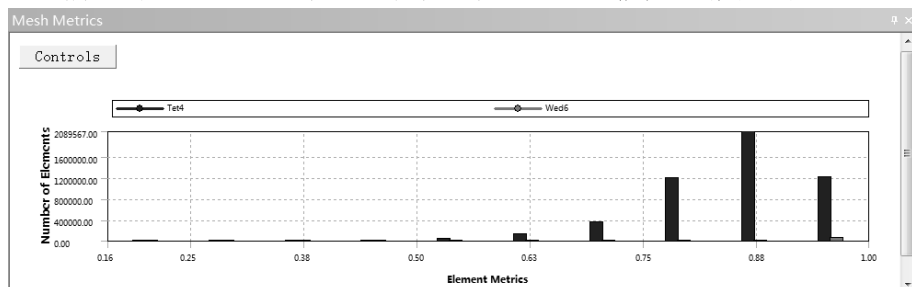

图 3-44 Orthogonal Quality 图表
⑧ Orthogonal Quality (正交品质) 为网格质量检查的主要方法之一, 其值位于 0~1 之间, 0 最差, 1 最好。选择此选项后, 在信息栏中会出现如图 3-44 所示的 Mesh Metrics 窗口, 在窗口内显示了网格质量划分图表。